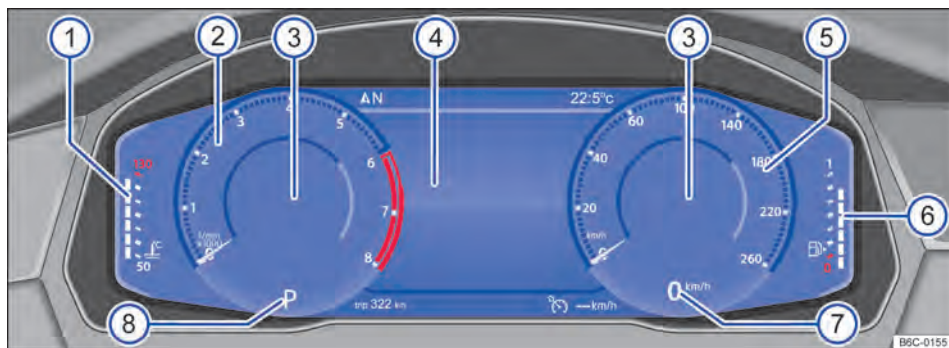

Fig. 9 Active Info Display no painel de instrumentos (variante 1).
Dependendo da versão do rádio e do perfil de informação selecionado, o Active Info Display mostra informações adicionais no centro de instrumentos redondos → Fig. 9 ③.